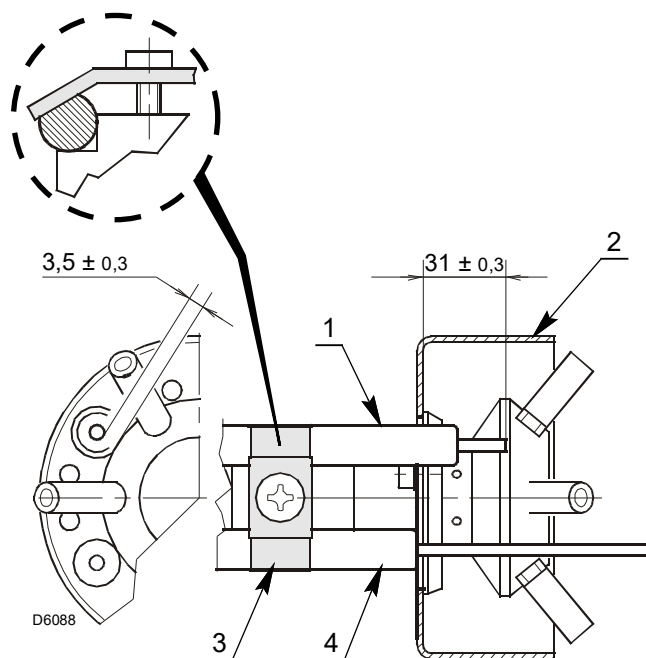

Fig. 14
- Assicurarsi che la piastrina 3)(Fig. 14) sia sempre inserita nella spianatura dell'elettrodo 1)(Fig. 14).
- Appoggiare l'isolatore della sonda 4)(Fig. 14) alla tazza 2)(Fig. 14).